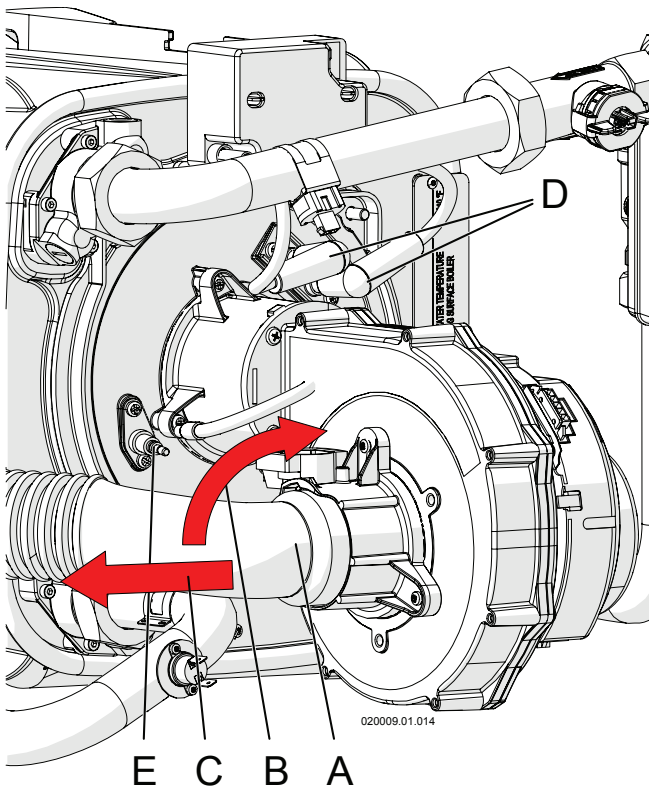

Figure 16-3 - Démontage collecteur air
- 4.- démonter le collecteur à air « A » de la Figure 16-3 en le tournant dans le sens horaire puis en l'extrayant vers la gauche ;